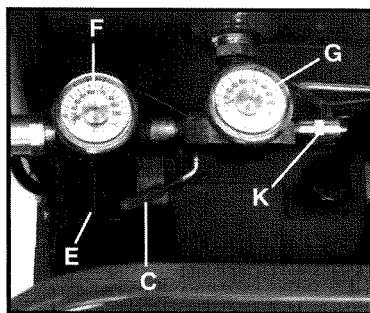

Fig. 3
Interruptor de ENCENDIDO/AUTO-APAGADO (C), Fig. 3: Ponga este interruptor en la posición de ENCENDIDO para suministrar alimentación al conmutador automático activado por presión prefijada y en la posición de APAGADO para interrumpir el suministro de alimentación al final de cada uso.
Regulador (E), Fig. 3: El regulador controla la presión de aire que viene del tanque de aire. Gire el pomo del regulador en el sentido de las agujas del reloj para aumentar la presión y en sentido contrario al de las agujas del reloj para reducirla. Para evitar un pequeño reajuste después de hacer un cambio en la graduación de la presión, aproxímesese siempre a la presión deseada desde una
Manómetro de salida (F), Fig. 3: El manómetro de salida indica la presión de aire disponible en el lado de salida del regulador. Esta presión es controlada por el regulador y siempre es menor o igual que la presión del tanque. Consulte la sección “Procedimientos de funcionamiento”.
Manómetro del tanque (G), Fig. 3: EL manómetro del tanque indica la presión del aire de reserva del tanque.
Válvula de seguridad (K), Fig. 3: Si el conmutador activado por presión prefijada no apaga el compresor de aire al alcanzar el punto de presión de desconexión, la válvula de seguridad protegerá contra la presión alta “disparándose” cuando se alcance su presión ajustada de fábrica (un valor un poco mas alto que el punto de presión de desconexión del conmutador activado por presión prefijada).